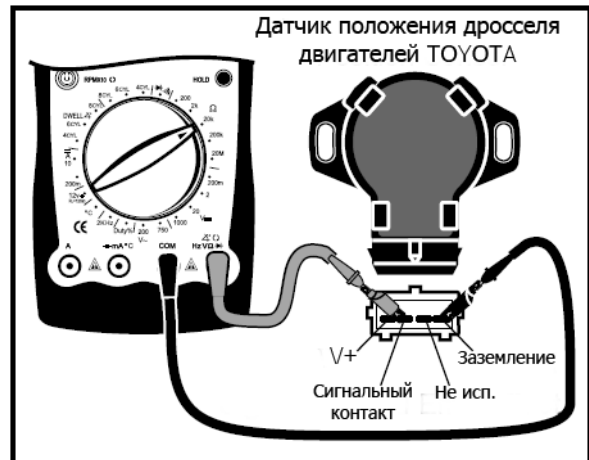

Рис. 23
- (1) Аналогично описанию измерения сопротивлений.
- (2) Когда общая температура нагревающегося датчика повысится, его сопротивление понизится. Тепловое сопротивление температурного датчика автомобильного двигателя обычно меньше 300Ω.
3. Датчик положения (См. рис. 23)